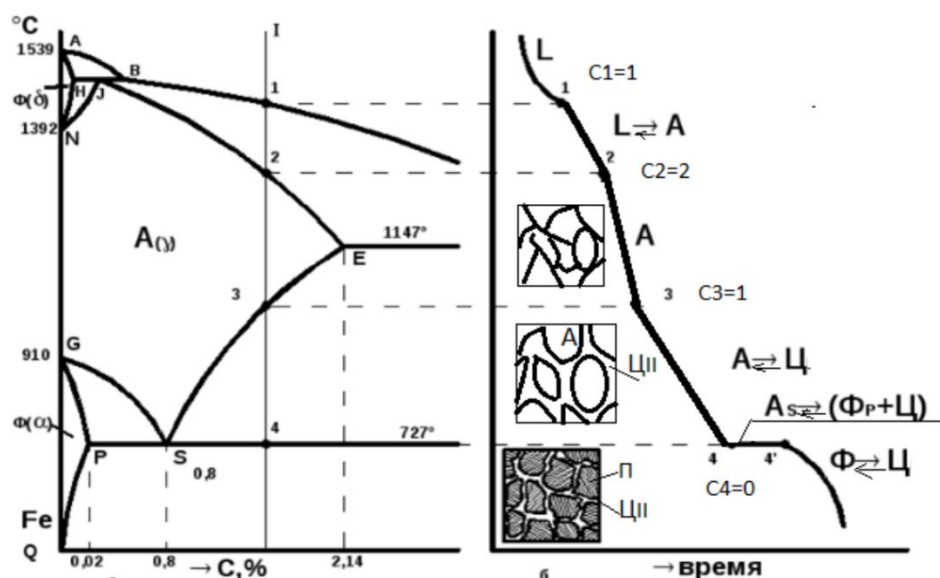

Рис. 1. Левая часть диаграммы состояния «Fe-Fe₃C»
1. Для зарисовки левой части диаграммы состояния «Fe-Fe₃C» и построения термической кривой охлаждения используйте пример построения термической кривой охлаждения для заэвтектоидного сплава – рисунок 1.